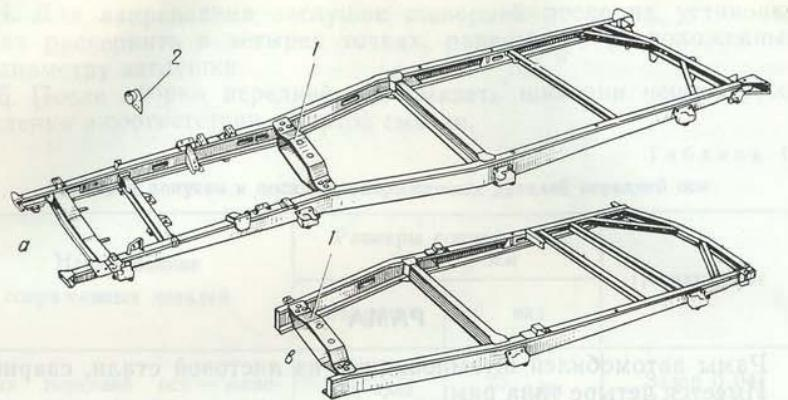

Рис. 178. Рама автомобилей УАЗ-452 и их модификаций:
- для автомобилей УАЗ-452, УАЗ-452А, УАЗ-452В (рис. 178, а);
- для автомобиля УАЗ-452Д (рис. 178, б).